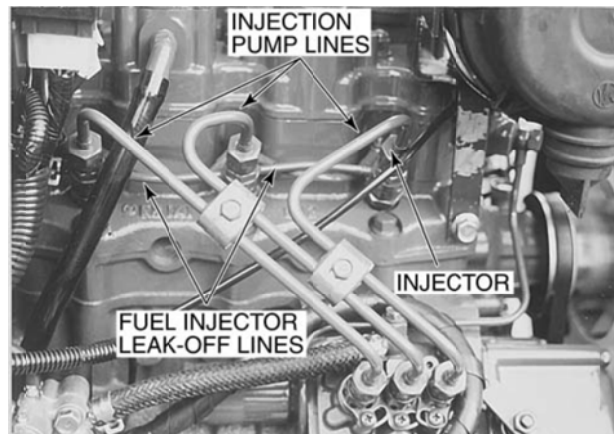

Рис. 63 (топливопроводы форсунки)
1. Удалите грязь вокруг форсунок и трубопроводов. Отсоедините шланги от форсунок (см. рис. 63).